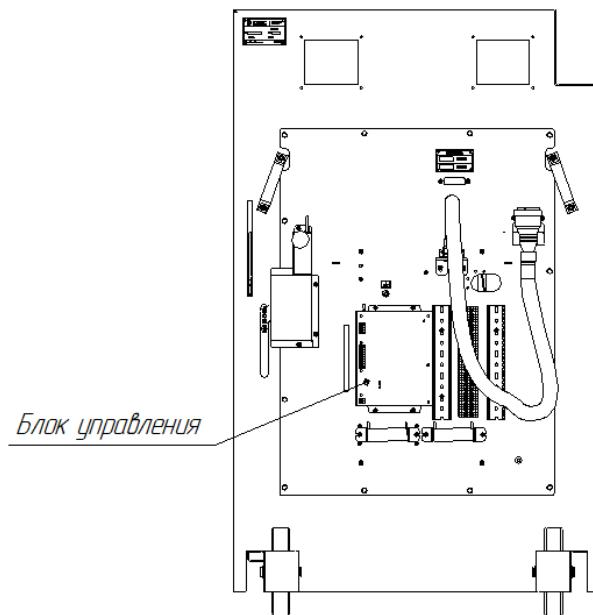

Рисунок 2 – Общий вид выкатного элемента КЭПС-ВЭ К-ХII без кожуха
1.3.3 За кожухом располагаются (рисунок 2) расположен блок управления коммутационным модулем и элементы вторичных цепей (предварительно согласованных с заказчиком).